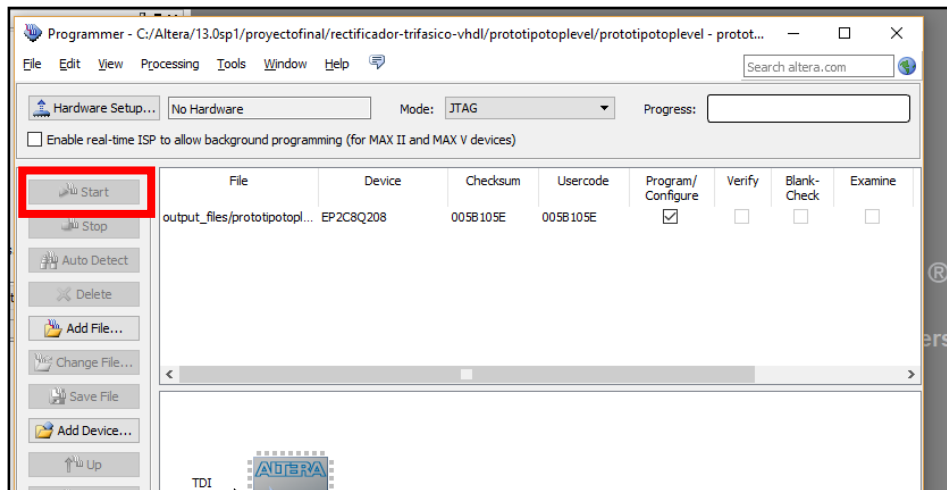

Figura 15: Botón de Start en la ventana emergente para la programación.
- 5) El software Quartus abrirá una ventana emergente llamada “Programmer”. En la misma, si el botón “Start” se encuentra habilitado, la programación se realizará inmediatamente al hacer clic en este botón (Figura 15). Si el botón Start se encuentra inhabilitado, hay que realizar los pasos de los puntos siguientes.